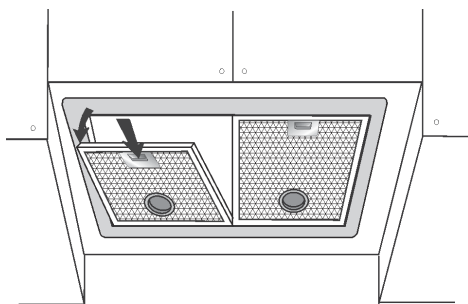

fig.4
2. A l'aide des poignées, ouvrez les filtres à graisse métalliques en poussant vers l'arrière puis vers le bas (fig. 4).